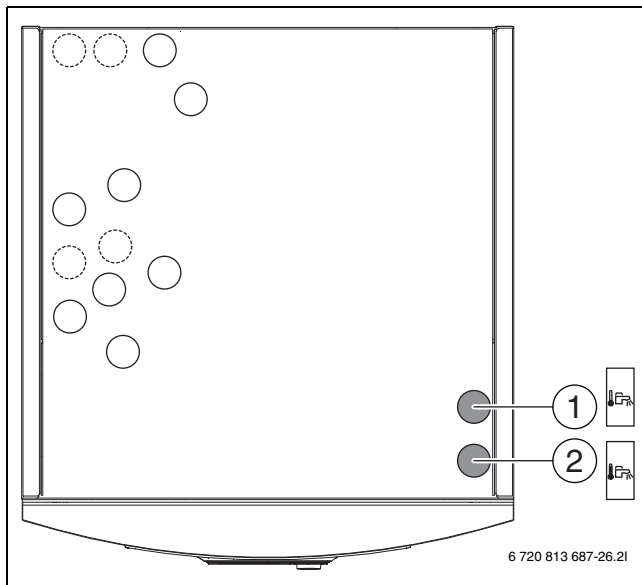

Рис. 25 Подключения воды к теплому насосу
- ▶ Подключите холодную воду к [1] (рис. 25).
- ▶ Подключите горячую воду к [2] (рис. 25).